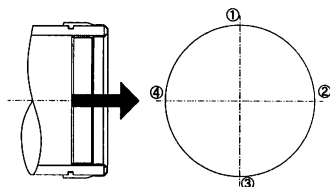

図 27 GX形防食ゴムの取り付け確認を行う位置
- (1) G X 形防食ゴム内周の上下左右 (図 27 ①～④) 全てを手で引っ張り、G X 形防食ゴムが容易にズレないことを確認する。